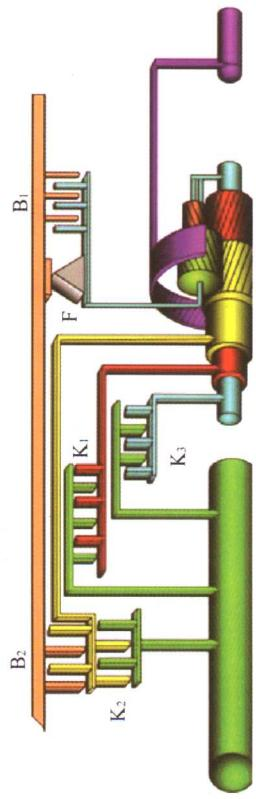
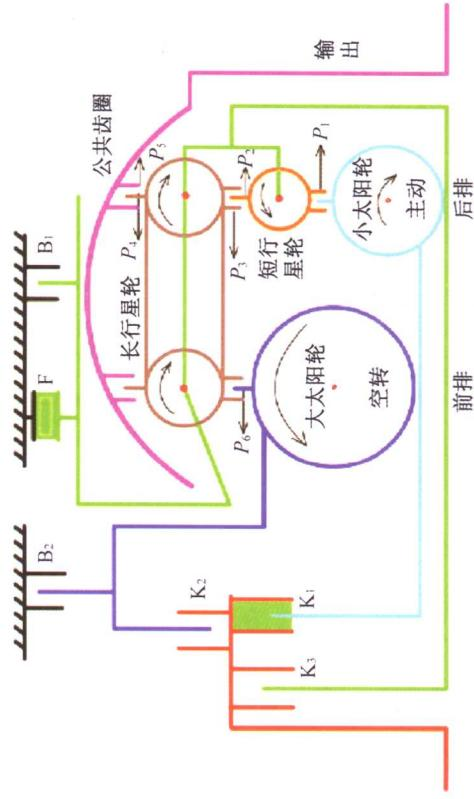

图 1-11 拉维奈尔赫式 01M 自动变速器立体传动图
图 1-13 拉维奈尔赫式自动变速器 D₁ 挡传动图
1.拉维奈尔赫式行星齿轮变速器(大众 01M)传动原理图(图 1-11 至图 1-13)	(5)
1. 拉维奈尔赫式行星齿轮变速器(大众 01M)传动原理图(图 1-11 至图 1-13)
如图 1-13 所示, 当选挡杆入 D 位, 车速在 D₁ 挡范围内时电脑使离合器 K₁ 工作,K₃ 工作后, 将后排小太阳轮与变速箱内的偶轮连成一体, 使小太阳轮成为该挡的主动件。小太阳轮必顺时针旋转时, 短行星轮必逆时针旋转, 长行星轮必顺时针旋转, 使行星架逆时针旋转, 但行星架逆时针旋转时被单向离合器 F 制动, 长行星轮主动顺时针旋转, 而行星架主动顺时针旋转, 带动短行星轮便在副动的行星架上强行逆时针旋转, 使长行星轮在副动的行星架上顺时针旋转而带动齿圈也顺时针旋转而输出。